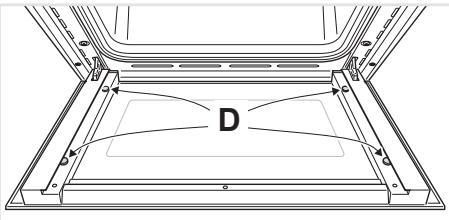

Fig. 4.23
- Verificare che i 4 distanziatori “D” siano nella loro posizione (fig. 4.23).